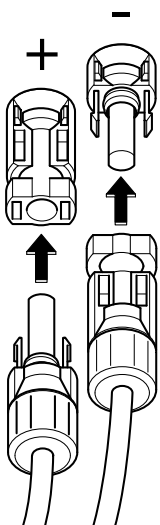

Fig. 38: Collegare la stringa FV
6. Inserire le prese e i connettori dei cavi CC nell'inverter.  **Fig. 38** Conservare i tappi di tenuta dei connettori.